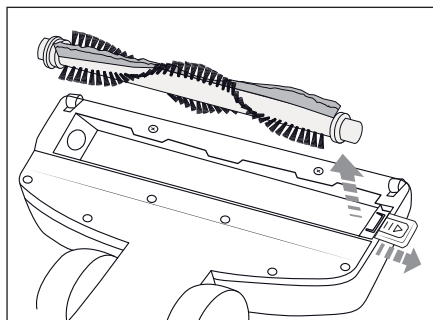

Fig. 7
- 2) Skub låsen ud, og tag børsterullen **15** ud af gulvmundstykket (fig. 7).